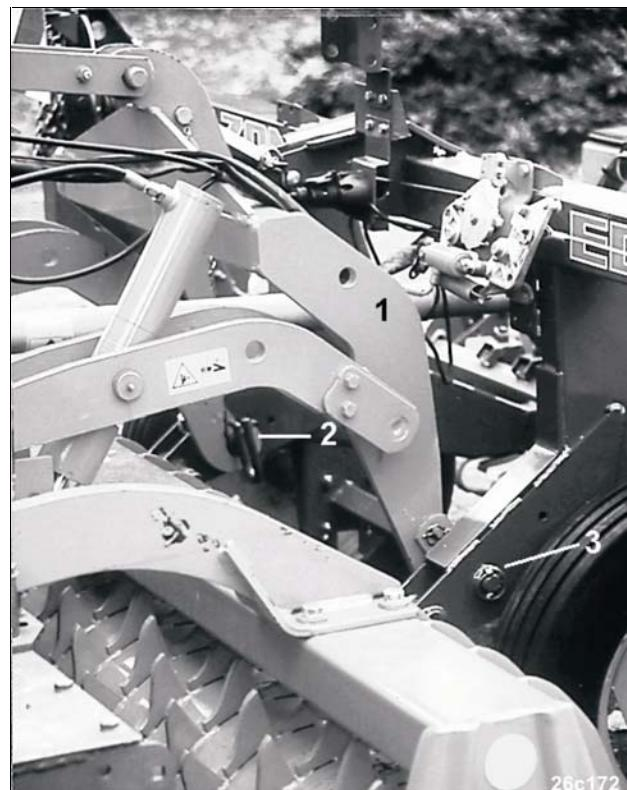

Рис. 174
- Рекомендуется подъемная рама ( (Рис. 174/1) для снижения подъемного сопротивления, при помощи которой поднимается сеялка точного высева при подъеме всей комбинации (на разворотной полосе), над уплотняющим катком.